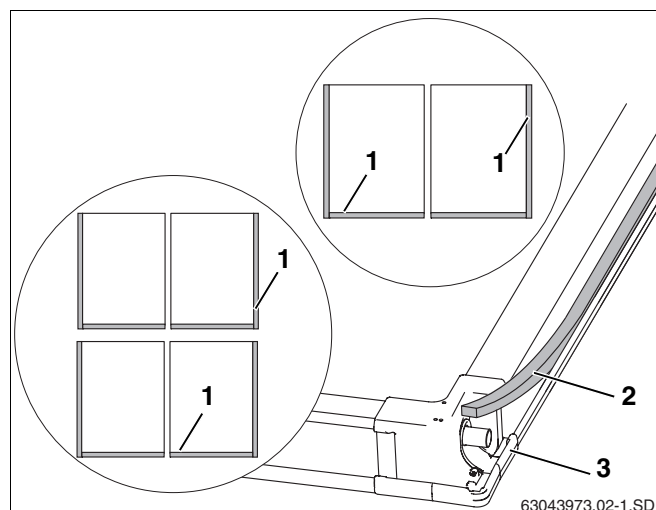

Рис. 21 Задняя сторона коллектора
В местах соединений боковых и нижних накладных листов с коллекторами (рис. 21, поз. 1) должна быть уложена уплотняющая лента.
- Уложить уплотняющую ленту (рис. 21, поз. 2) клеящей стороной вперед в пазы наружной стороны крайнего коллектора и внизу каждого коллектора (рис. 21, поз. 1), в т.ч. в угловой соединительный элемент (рис. 21, поз. 3).